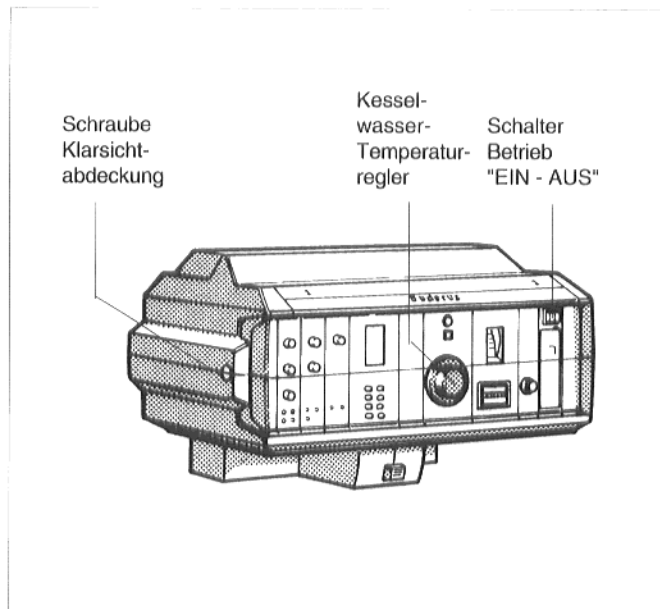

Abb. 4: Regelgerät HS 3220
Schraubenschlitz der Klarsichtabdeckung des Regelgerätes (Abb. 4) in waagerechte Stellung bringen, z.B. mit einer Münze. Klarsichtabdeckung nach vorne abnehmen.
- Schalter Betrieb (Abb. 4 bzw. 5) in Stellung I (EIN) stellen.
- Kesselwasser-Temperaturregler (Abb. 4 bzw. 5) bei HS 3220 mit "Ecomatic"-Regelung und bei HS 4201 auf "AUT", bei HS 3220 ohne "Ecomatic"-Regelung auf die gewünschte Temperatur einstellen.